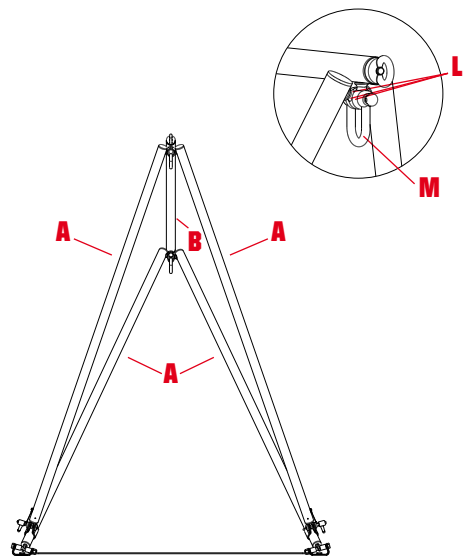

Abb. 3
- b) Das Stütz- und Zugrohr (B) an den Standrohren (A) anschließen und dazu die Schäkel (M) in die Verbindungsösen (L) einsetzen - (Abb. 3).